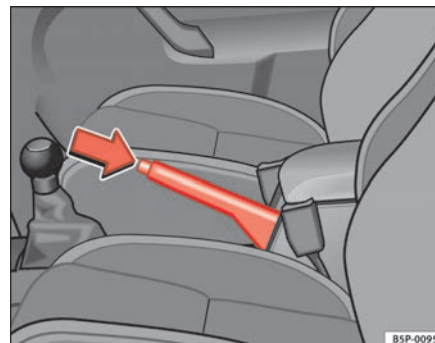

Fig. 144 Freno de mano entre los asientos delanteros
⇒ fig. 144.
- Tire ligeramente de la palanca hacia arriba, presione el botón de desbloqueo en la dirección de la flecha ⇒ fig. 144 y baje completamente la palanca. ⇒